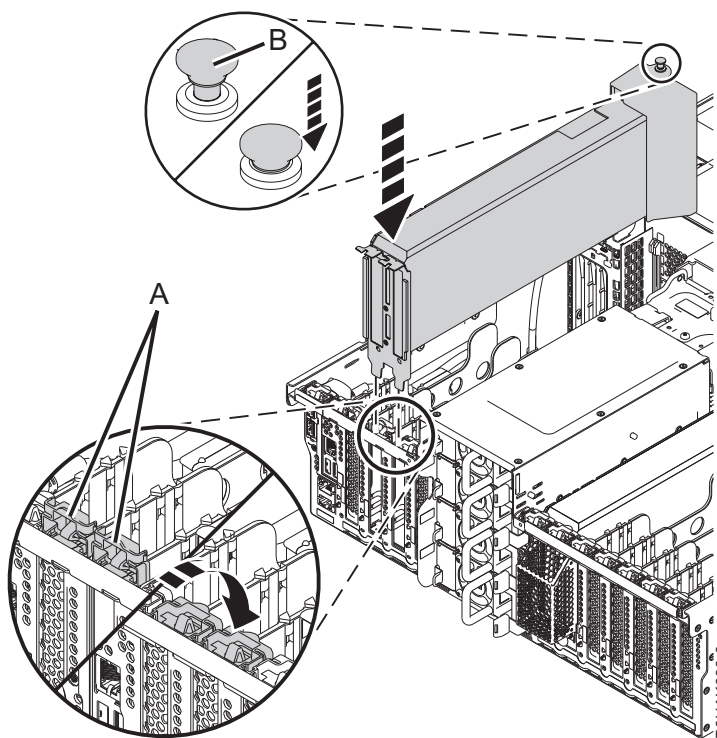

Figura 42. Instalar ou substituir o adaptador GPU adaptador PCIe num sistema montado em bastidor
- a. Se o trinco do adaptador (A) na ranhura alvo não estiver na posição aberta, puxe o trinco para a posição aberta rodando o trinco para fora do respectivo clip na parte posterior do sistema, como demonstrado na Figura 42 na página 48.
- d. Rode o trinco do adaptador (A) e prima o trinco (B) na conduta de ventilação para bloquear a mesma no local, tal como é demonstrado na Figura 42 na página 48.